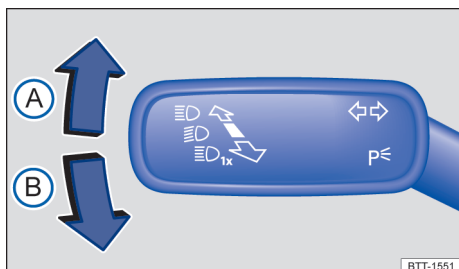

Fig. 83 À esquerda da coluna de direção: alavanca dos indicadores de direção e do farol alto.
- Trazer a alavanca dos indicadores de direção e do farol alto da posição central para a seguinte posição → Fig. 83:
- (A) Luz de estacionamento ligada à direita.
- (B) Luz de estacionamento ligada à esquerda.